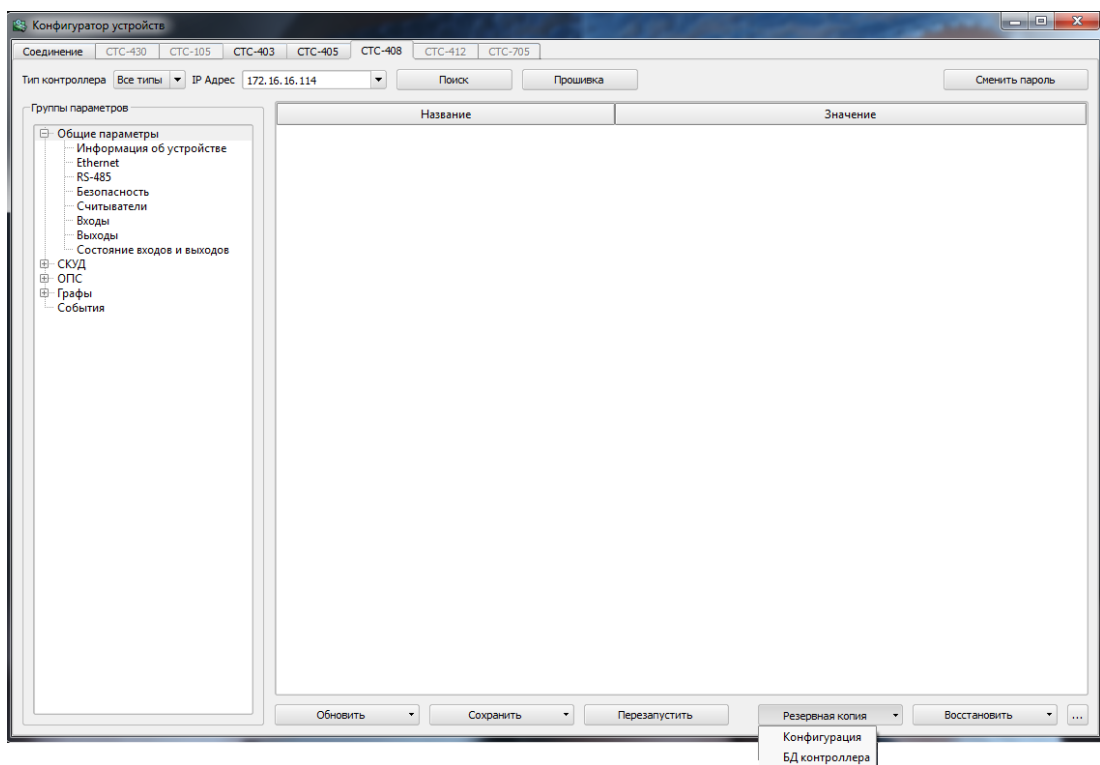

Рисунок 9
– «Резервная копия» – позволяет сохранить редактируемую конфигурацию или базу данных контроллера (все параметры и графы) в виде отдельного файла в указываемом пользователем месте на жестком диске (рисунок 9);